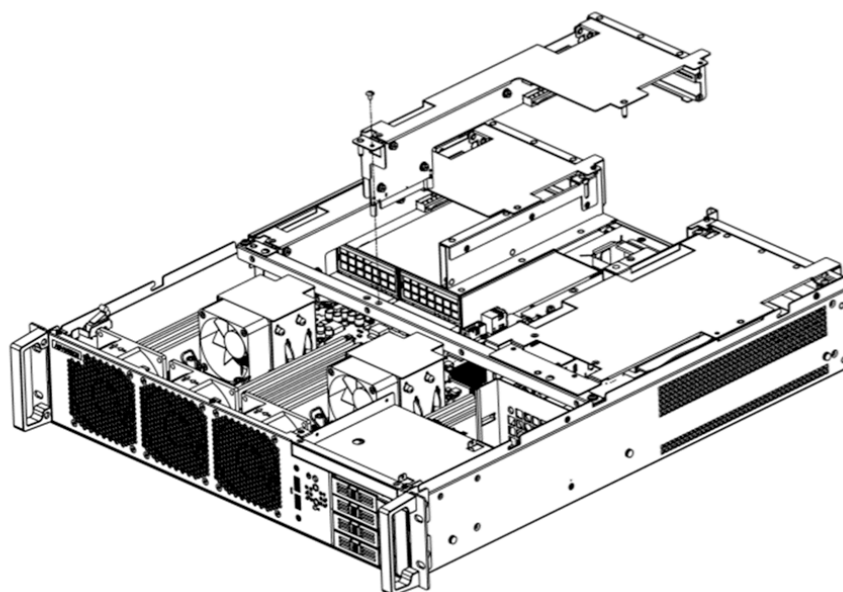
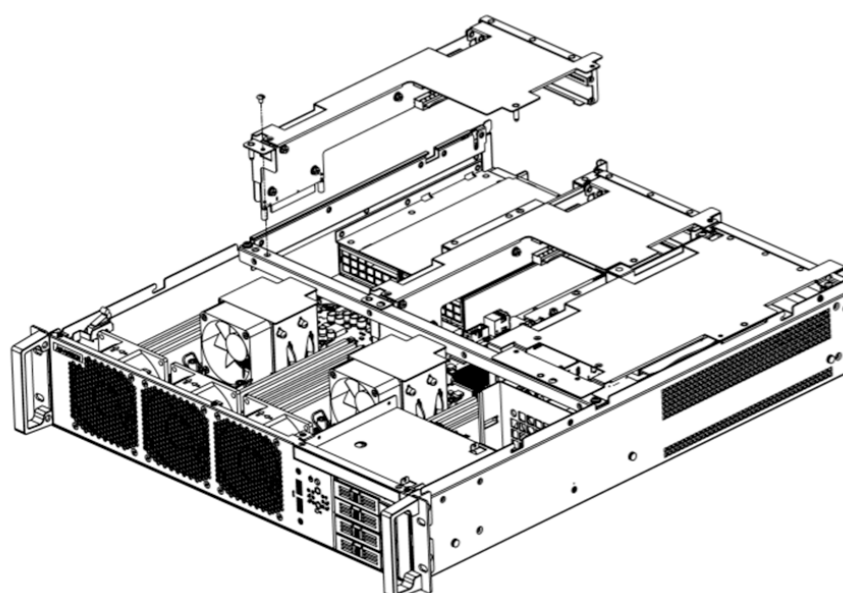

Figure 2.13 Insert Riser Cage-2 Module/ 安装 Riser Cage-2 模块 / 安装 Riser Cage-2 模组
Figure 2.14 Insert Riser Cage-3 Module/ 安装 Riser Cage-3 模块 / 安装 Riser Cage-3 模组
3. Attach with 1 screw. (See Figure 2.13 and Figure 2.14)
3. 并在每个 Riser Cage 上方锁 1 顆螺丝进行固定 (如图 2.13 与图 2.14 所示)